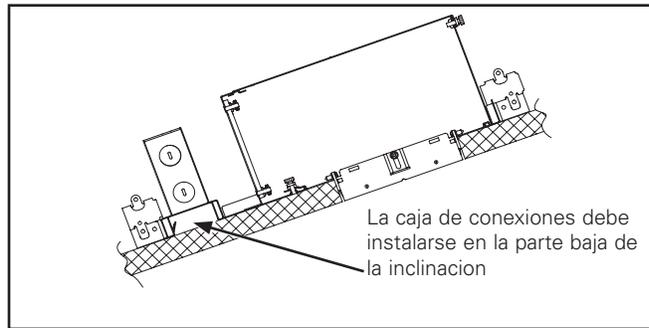

Figura 12.
**Techos inclinados: únicamente para la plataforma del alojamiento P408ICAT (Figura 12.):** Cuando se utiliza en las aplicaciones de techo inclinado, la caja de conexiones debe localizarse del lado descendente de la pendiente.